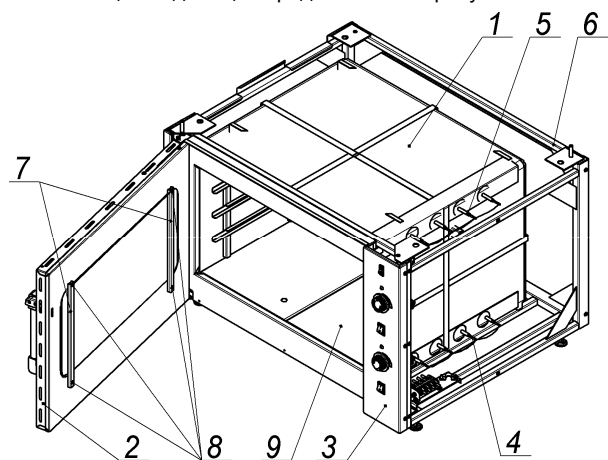

Рис.2
4.5 Приборы управления и светосигнальная арматура размещены (рис.4) на снимаемой панели управления (рис.2 поз.3), которая расположена с правой стороны секции.
- Снять панель управления (рис.2, поз.3) или снять правую облицовочную панель;
- Открыть дверку и вынуть из камеры подовые короба (рис.2, поз.9);
- Снять панель управления (рис.2, поз.3) или правую облицовочную панель;